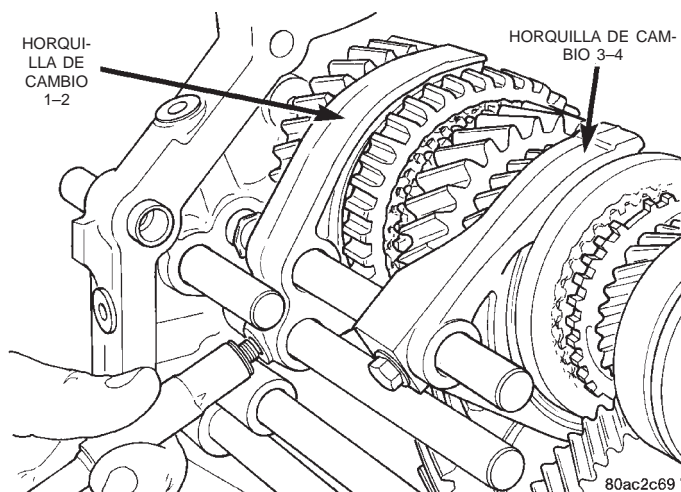

Fig. 87 Instalación de pernos de horquillas de cambios
(25) Instale los anillos de muelle en los cojinetes traseros del eje principal y el árbol intermediario.
(26) Instale los pernos que fijan el soporte del brazo de cambio de marcha atrás en la placa intermedia.
(27) Instale pernos nuevos para fijar la horquilla de cambios en las correderas de cambios (Fig. 87).